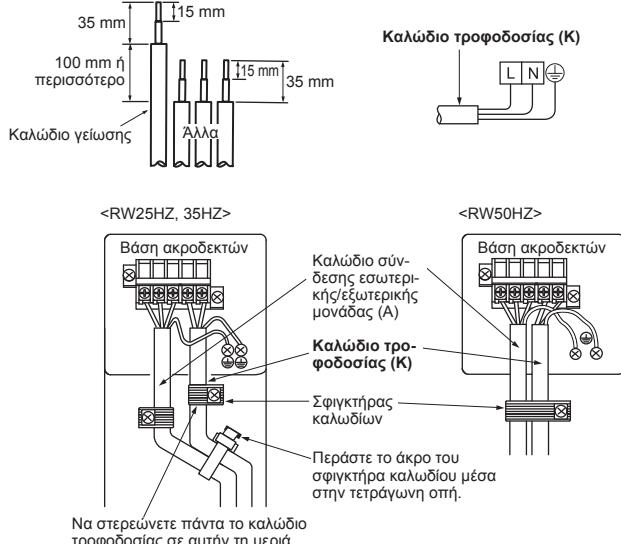

Fig. 5
6) Τοποθετήστε το σωλήνα αποστράγγισης στο συνδετικό περίβλημα τρύπας τοίχου (C) και κρεμάστε το επάνω μέρος της εσωτερικής μονάδας στο μεταλλικό φύλλο εγκατάστασης (1). Στη συνέχεια, μετακινήστε την εσωτερική μονάδα προς τα αριστερά για ευκολότερη τοποθέτηση των σωληνώσεων στο πίσω μέρος της μονάδας.
7) Κόψτε το διαχωριστικό τεμάχιο από το φελιζόλ της συσκευασίας και τοποθετήστε το στην υποδοχή στο πίσω μέρος της εσωτερικής μονάδας. (Fig. 5)
8) Ενώστε τις σωληνώσεις ψύξης με το σωλήνα προέκτασης (B).
9) Σπρώχτε το κάτω τμήμα της εσωτερικής μονάδας για εφαρμόσει στο μεταλλικό φύλλο εγκατάστασης (1) και, στη συνέχεια, συνδέστε τα εξαρτήματα ακολουθώντας αντίστροφα τα βήματα αφαίρεσης.